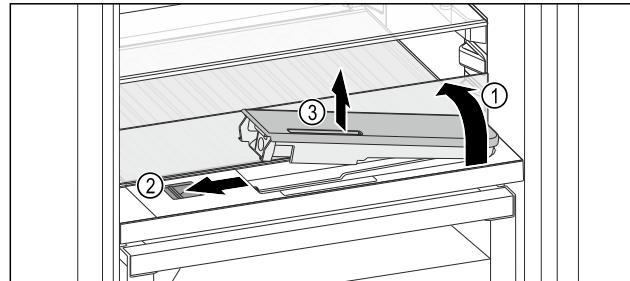

Fig. 122
- Skleněnou desku nadzvedněte a zaklapněte dozadu až na doraz Fig. 122 (1).
- Posuvník Fig. 122 (2) posuňte doleva.
- Vyjměte nádržku na vodu Fig. 122 (3).